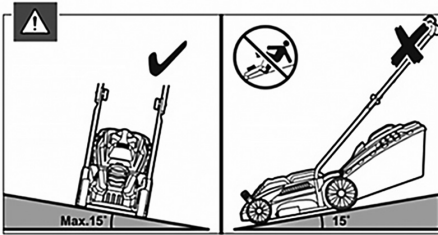

Рис. 16 Положение газонокосилки при скашивании
8. Запрещается работать газонокосилкой, если угол склона превышает  $15^\circ$  (Рис. 16).